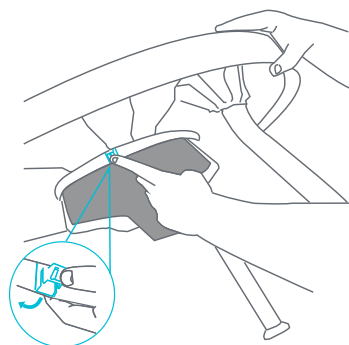

Fig. 6a
- Para quitar el asiento, levante la mesa para exponer una de las tres pestañas que se encuentran debajo. Separe una de las pestañas empujándola hacia afuera de la mesa (Fig. 6a).